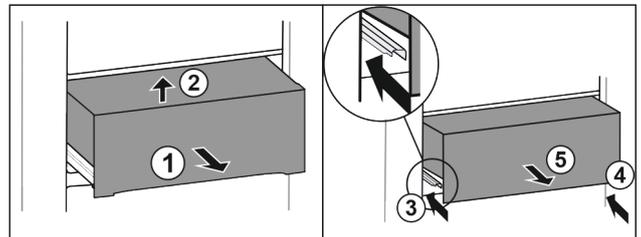

Fig. 22
- ▶ Schubfach halb herausziehen Fig. 22 (1).
- ▶ Vorne anheben Fig. 22 (2).
- ▶ Linke Schiene einschieben Fig. 22 (3).
- ▶ Rechte Schiene einschieben Fig. 22 (4).
- ▶ Schubfach nach vorne entnehmen Fig. 22 (5).